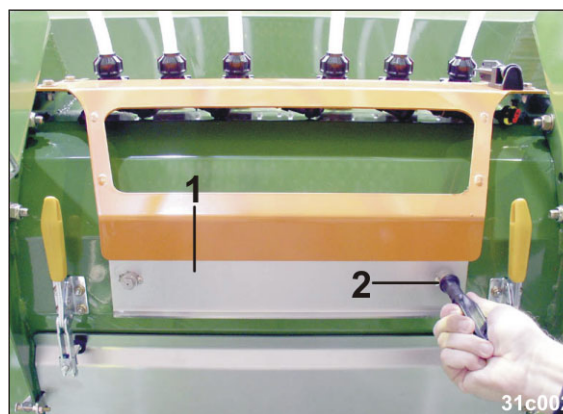

Fig. 261
- 7.2 Åbn lukningen (Fig. 261/1) ved hjælp af den medfølgende sekskantnøgle (Fig. 261/2).